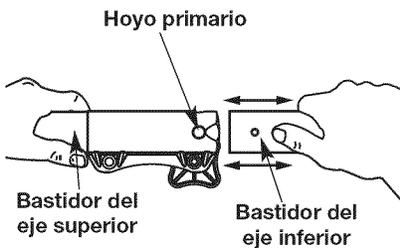
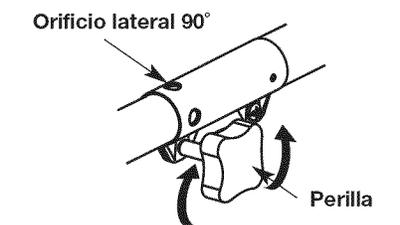

Fig. 6
Fig. 7
1. Gire la perilla en sentido antihorario para aflojarla (Fig. 7).
3. A la vez que sujeta la caja del eje superior, tire del accesorio de corte o cualquier otro accesorio recto hacia afuera del acoplador Convertible™ (Fig. 6).
PRECAUCIÓN: Antes de operar esta unidad, asegure el botón de liberación es chasqueado completamente en el hoyo primario (Fig. 6), y que la perilla (Fig. 7) es apretado firmemente.
2. A la vez que sostiene firmemente el accesorio de corte u otro accesorio, empujelo derecho hacia el interior del acoplador Convertible™ hasta que el botón de desconexión encaje sólidamente en el orificio principal (Fig. 6).
3. Gire la perilla en sentido horario para ajustarla (Fig. 7).
Para realizar recortes decorativos con el accesorio de corte de cabezal de línea u otro accesorio, trabe el botón de desconexión del accesorio de corte u otro accesorio en el interior del agujero de 90° (Fig. 7).